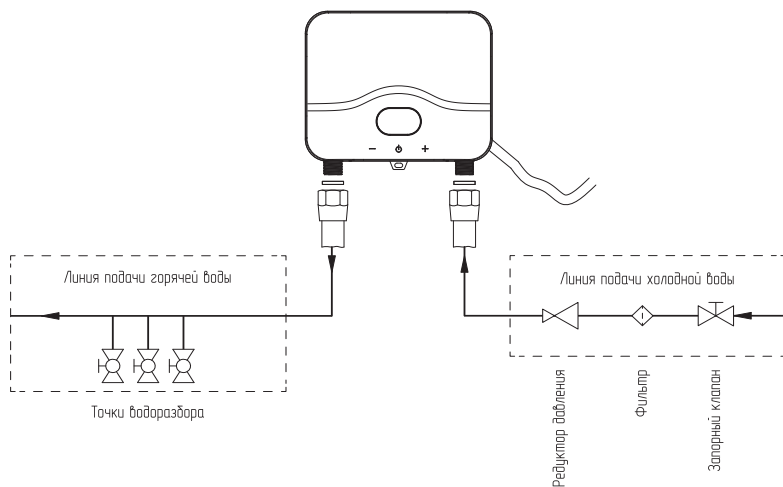

Рис. 6 Подключение системы водоснабжения (нормальная установка)
- С патрубков входа холодной и выхода горячей воды, перед присоединением снять защитные пластиковые заглушки. Подсоединить водопроводную трубу к патрубкам для входа и выхода воды. Последовательность подключений обозначена на **Рис. 6**.